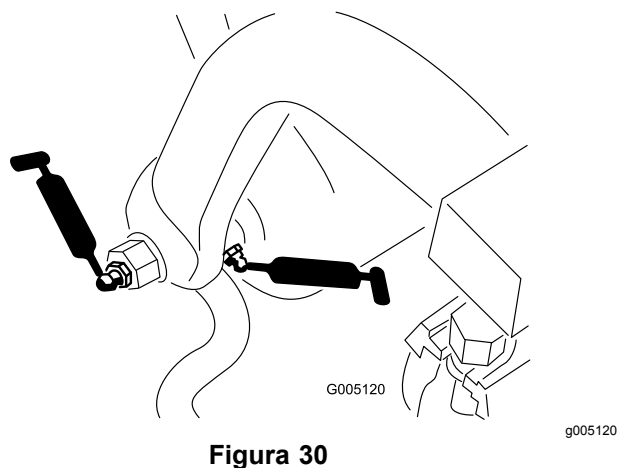

Figura 30
- Eixo e cilindro da estrutura de apoio (12) (Figura 30)